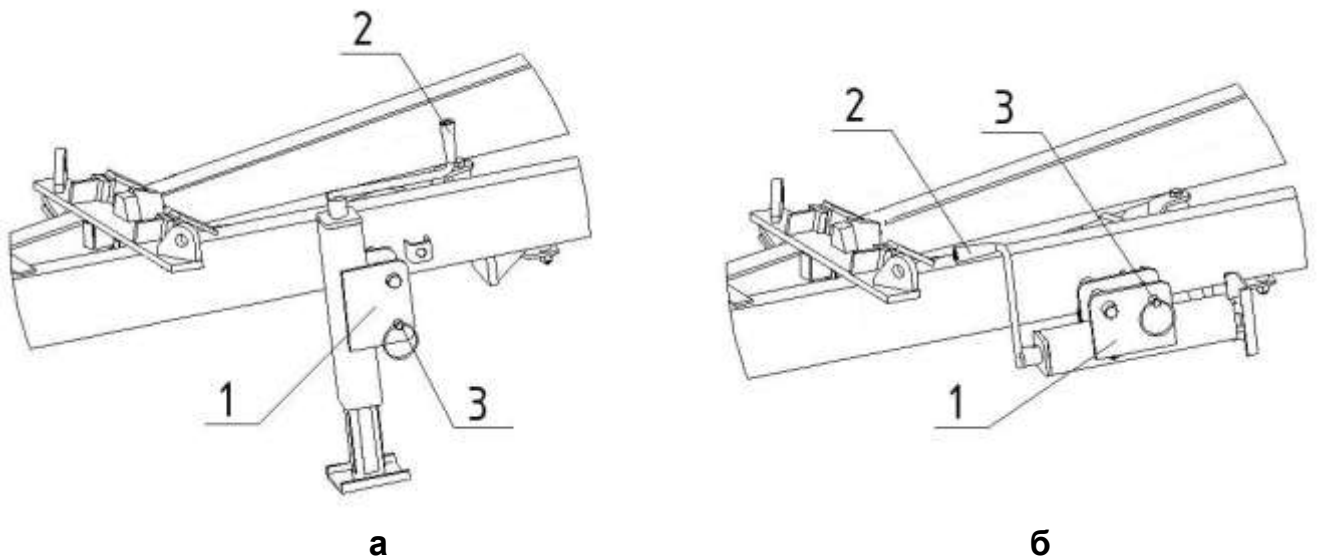

Рисунок 14 - Положение домкрата
5.5.2 Сбросить давление масла в гидросистеме, отсоединить гидрошланги, страховочную цепь, установить домкрат (рисунок 14а), отсоединить прицепное устройство трактора и осторожно отъехать.
6.2.1 Домкрат используется при стоянках и хранении агрегата, в отцепленном положении. Имеет два положения: стояночное и транспортное (рисунок 14).
- повернуть домкрат в стояночное положение, вертикально (рисунок 14а);
6.2.2 После подсоединения агрегата к трактору домкрат необходимо перевести в транспортное положение (рисунок 14б) в следующей последовательности:
- повернуть домкрат в транспортное положение, горизонтально (рисунок 14б);